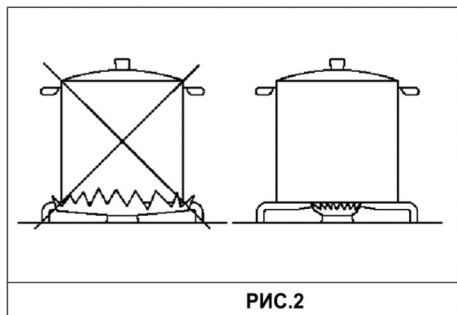

РИС.2
- Используйте подходящие кастрюли для каждой конфорки (см. следующую таблицу и рис. 2)